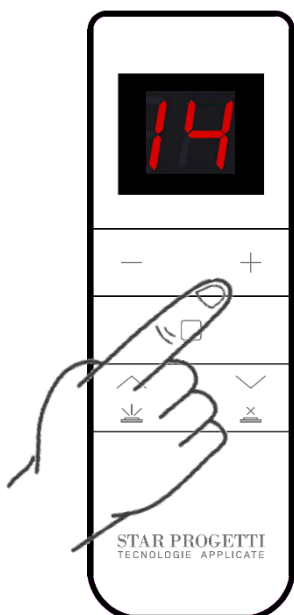
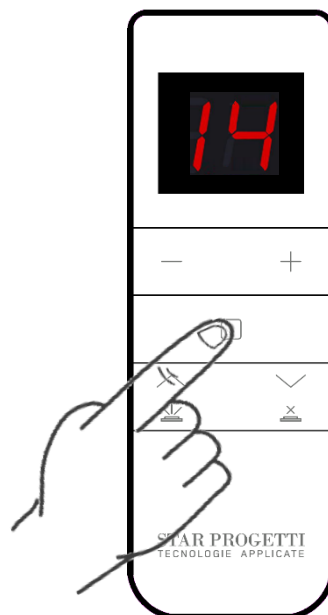

Fig.15
Fig.16
- à l'aide des boutons "+" et "-" sélectionnez le canal 14 Fig. 15 et appuyez ensuite sur le bouton comme indiqué sur la Fig. 16
- À l'aide des boutons "+" et "-" sélectionnez le canal 14 Fig. 15 et appuyez ensuite sur le bouton comme indiqué sur la Fig. 16